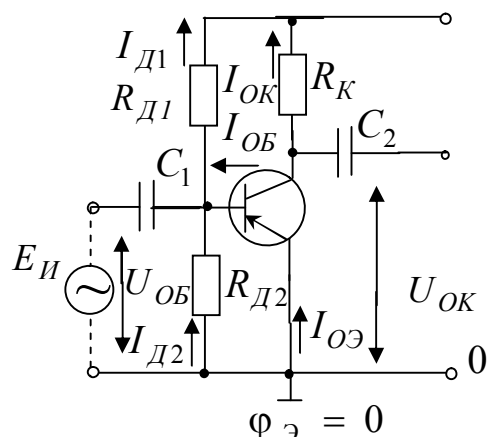

Рисунок 15 – Схема с общим эмиттером
**Схема с общим эмиттером.** Рассмотрим простейшую схему усилителя на биполярном транзисторе, включенном по схеме ОЭ (рисунок 15)